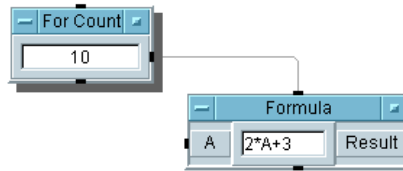

図 1-13. 選択されたオブジェクトと選択されていないオブジェクト
1. オブジェクトを選択するには、そのオブジェクトをクリックします。オブジェクトに影が付きます。たとえば、図 1-13 では For Count オブジェクトが選択されています。
2. オブジェクトの選択を解除するには、マウス・ポインタを何もない領域に移動してクリックします。影が消えます。たとえば、図 1-13 では Formula オブジェクトは選択されていません。